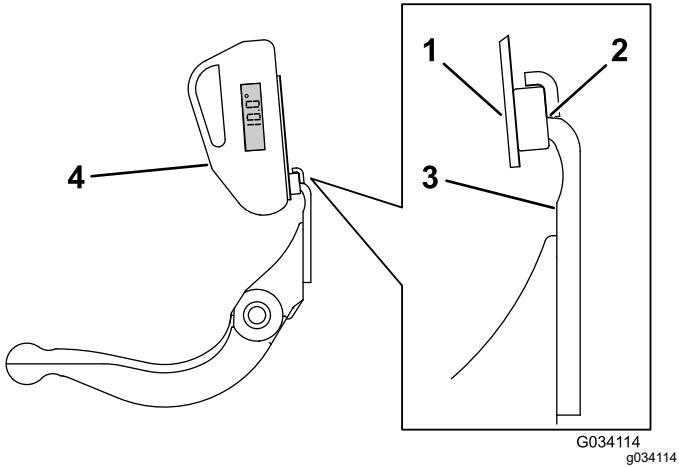

**Рисунок 19**
1. Установите индикатор угла на нижней стороне неподвижного ножа, как показано на Рисунок 19.